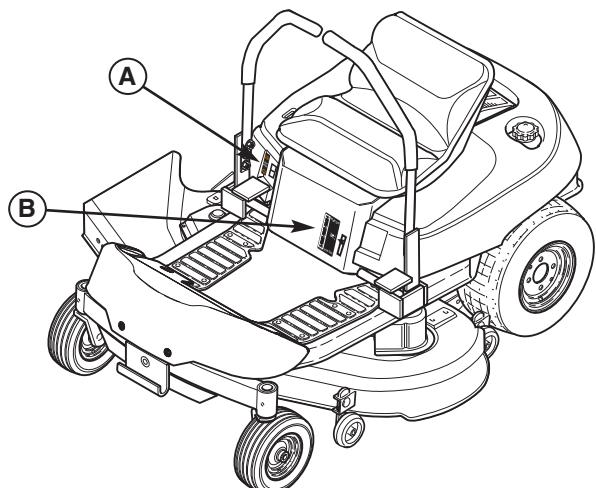

Figura 33. Ajuste de la altura de corte
Para aumentar la altura de corte de la sesgadora (elevar la cubierta de la sesgadora), oprima la parte superior del ajuste de altura de corte de la sesgadora (A, Figura 33). Para disminuir la altura de corte de la sesgadora (bajar la cubierta de la sesgadora), oprima la parte inferior del ajuste. El rango de la altura de corte de la sesgadora es 9,5 a 3,8 cm (3-3/4" a 1-1/2"). El indicador de altura de corte indica la posición de la cubierta de la sesgadora. El indicador de altura de corte (B) se encuentra en la parte frontal del montable, justo detrás de la pierna izquierda del conductor.